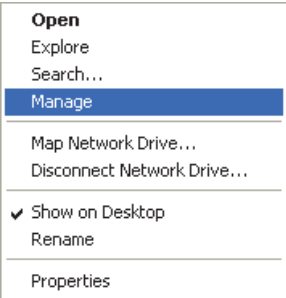

图 7-10 我的电脑图标的快捷菜单
2. 在快捷菜单中，点击 **Manage**（管理）（参见第 178 页的图 7-10）。